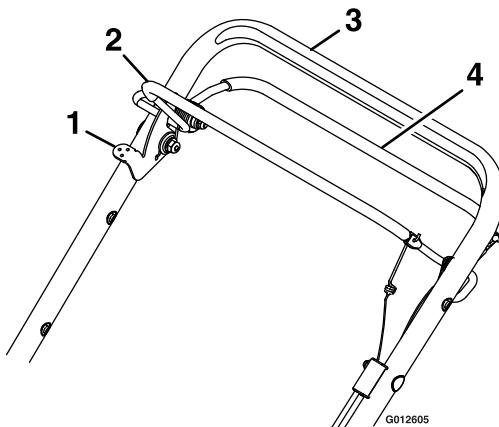

Figura 4
Situada en el manillar superior, según se muestra en Figura 4.
La palanca de bloqueo del control de la cuchilla está situada en el lado derecho del manillar, junto a la barra de control de la cuchilla, según se muestra en Figura 4.
2. Apriete la barra de control de la transmisión contra el manillar (ver Figura 4).